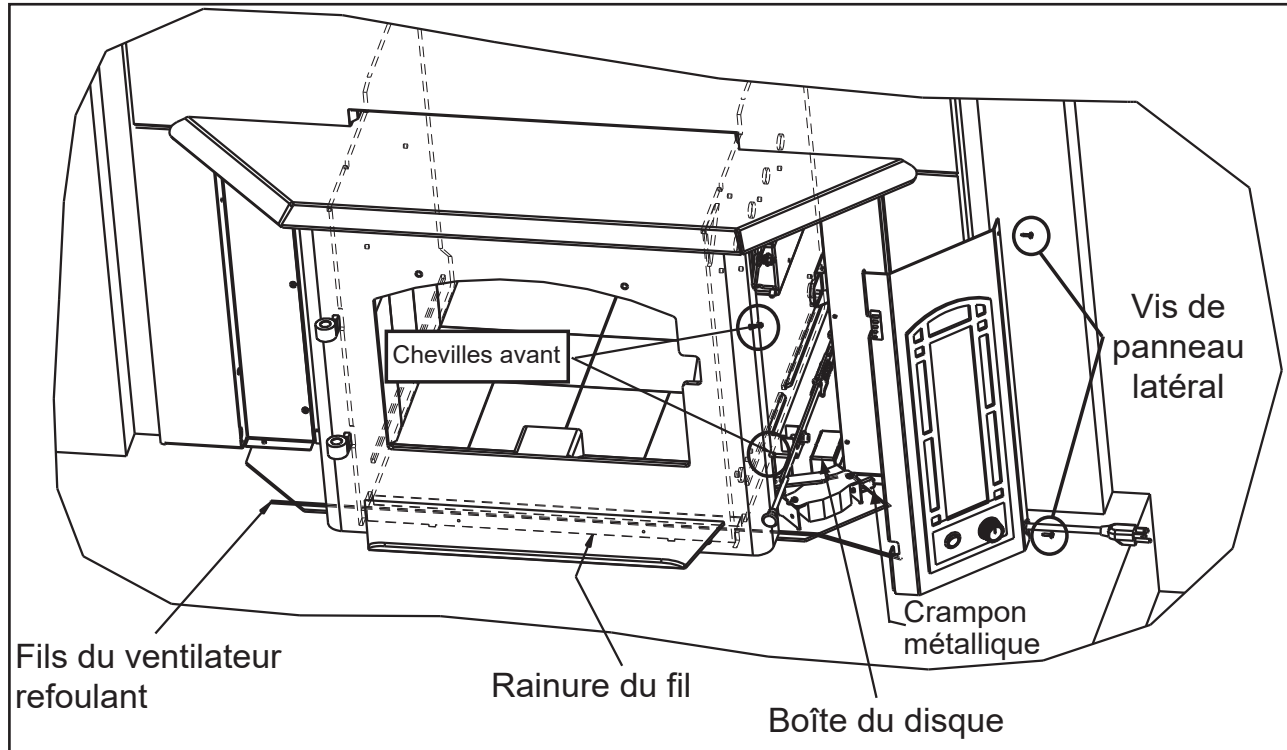

Figure 22.1
1. Placez la boîte du disque d'arrêt à l'emplacement indiqué sur la **figure 22.1**.